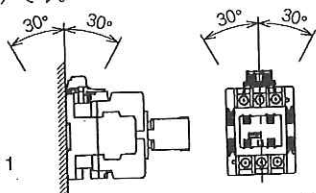

図1
- (1) 湿気、じんあい、振動の少ない所に設置してください。
- (2) 垂直面に取付けてください。許容傾斜角度は30°以内です。(図1)
- (3) レール取付けはIEC60715の35mm幅支持レールに取付けできます。